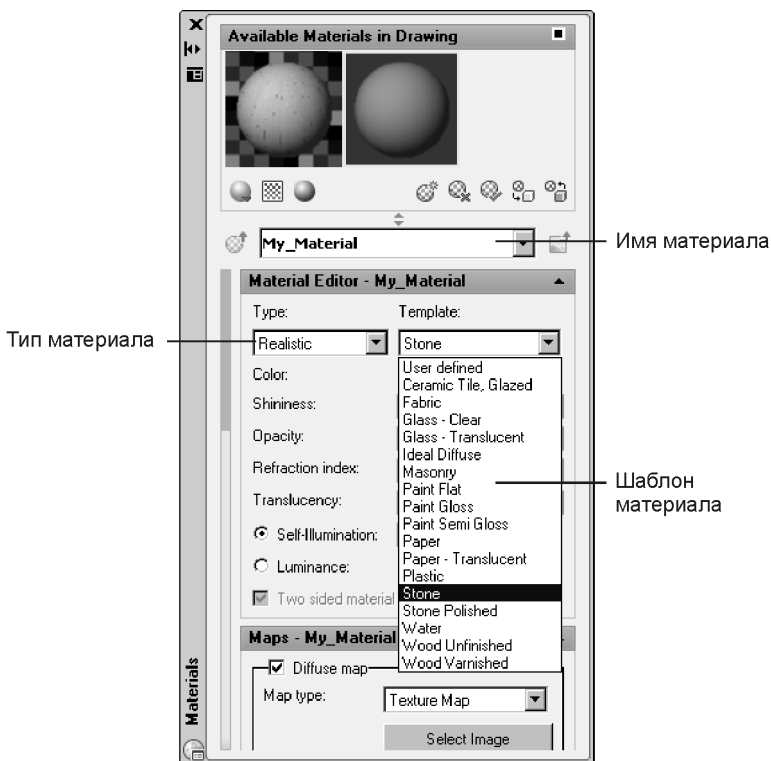

Рис. 13.6. Список шаблонов материалов, используемых при создании нового материала
5. Выберите шаблон материала из раскрывающегося списка **Template** (Шаблон материала) (рис. 13.6).